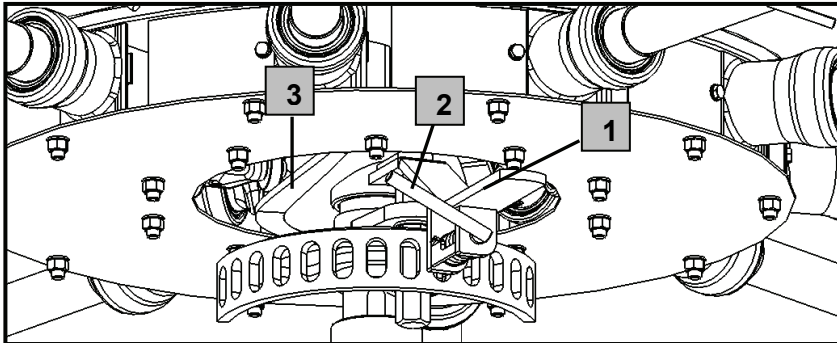

Abbildung 11
Die Schwadablage kann durch verdrehen der Kurvenscheibe (3) verändert werden. (Abbildung 11). Die Kurvenscheibe kann mit dem Hebel (1) verdreht werden, nachdem man den Sicherungsbolzen (2) ausgezogen hat. Nach dem Verstellen den Sicherungsbolzen wieder einrasten lassen.